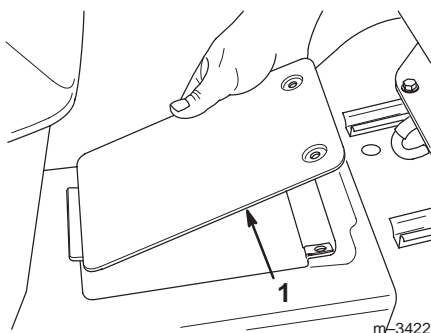

Bild 37
3. Öffnen Sie die Wartungsabdeckung an der Antriebswelle des Zugmaschinentunnels in der Nähe des Sitzes, indem Sie die beiden Befestigungsschrauben entfernen. Heben Sie die Abdeckung dann an (Bild 37).